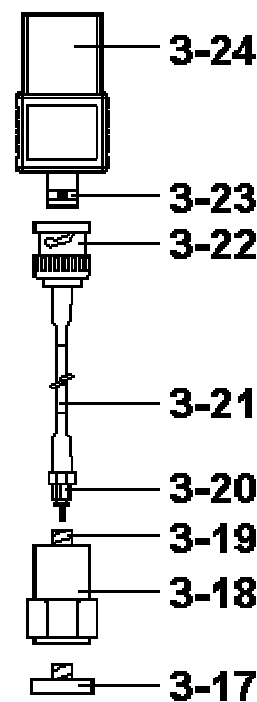

Fig. 2
1. Sensore di vibrazione, 3-18, Fig 2
2. Sensore cavo, 3-21, Fig. 2 3 Modulo VB-83, 3-24, Fig. 2
* Collegare il "connettore del cavo BNC" (3-22, Fig. 2) al "connettore BNC del modulo VB-83" (3-23, Fig. 2).
* Collegare il "Mini jack del cavo" (3-20, Fig. 2) a la "connettore del sensore di vibrazione" (3-19, Fig. 2).
(3-24, Fig. 2) all'ingresso CH1 VB-83"
Quando si carica il VB-83, non è necessario effettuare la calibrazione di nuovo perché l'informazione è già presente nel modulo VB-83 (3-24, Fig. 2)
- * Se la superficie del materiale da misurare è ferroso, collegare il sensore di vibrazione (3-18, Fig. 2) alla "base magnetica" (3-17, Fig.2). Posizionare il dispositivo (sensore di vibrazione e base magnetica) sulla superficie del materiale da misurare.